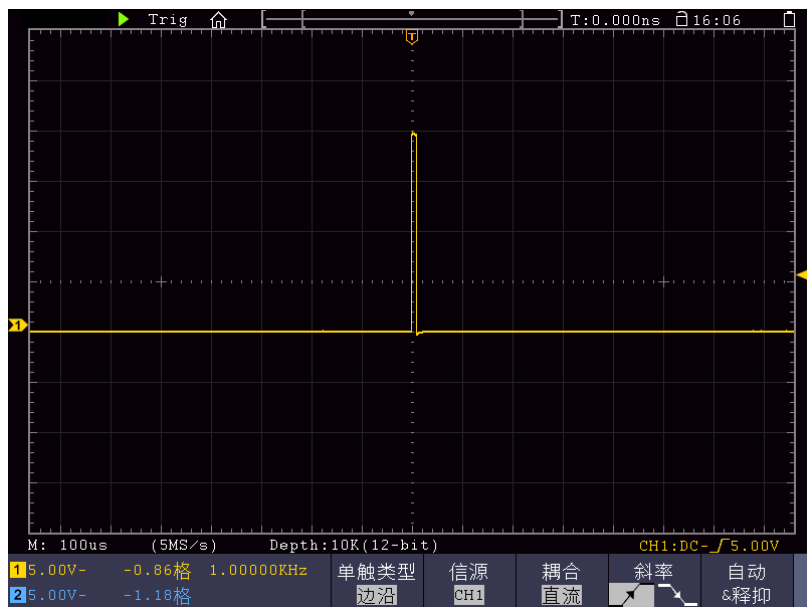

图 9-3：捕捉单次信号
- (2) 调整 垂直 档位 和 水平 档位 旋钮，为观察的信号建立合适的垂直与水平范围。
- (3) 按 采样 按键，显示采样菜单。
- (4) 在下方菜单中选择 采集模式。在右侧菜单中选择 峰值检测。
- (5) 按 触发菜单 按键，显示触发菜单。
- (6) 在下方菜单中选择 类型。在右侧菜单中选择 单触。
- (7) 在左侧菜单中选择触发模式为 边沿。
- (8) 在下方菜单中选择 信源，在右侧菜单中选择 CH1。
- (9) 在下方菜单中选择 耦合；在右侧菜单中选择 直流。
- (10) 在下方菜单中选择 斜率 为 （上升）。
- (11) 旋转 触发电平 旋钮，调整触发电平到被测信号的中值。
- (12) 若屏幕上方 触发状态指示 没有显示 Ready，则按下 Run/Stop（运行/停止）按键，启动获取。等待符合触发条件的信号出现。如果有某一信号达到设定的触发电平，即采样一次，显示在屏幕上。利用此功能可以轻易捕捉到偶然发生的事件，例如幅度较大的突发性毛刺：将触发电平设置到刚刚高于正常信号电平，按 Run/Stop（运行/停止） 按键开始等待，则当毛刺生时，机器自动触发并把触发前后一段时间的波形记录下来。通过旋转面板上水平控制区域的 水平位移 旋钮，改变触发位置的水平位移可以得到不同长度的负延迟触发，便于观察毛刺发生之前的波形。见图 9-3。